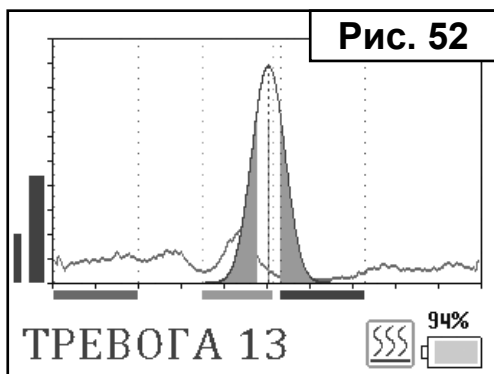

Рис. 52
10. Переведите детектор в режим «ПОИСК» нажав кнопку  (Рис 51). При наличии в пробе ВВ появится сигнал тревоги (Рис. 52).